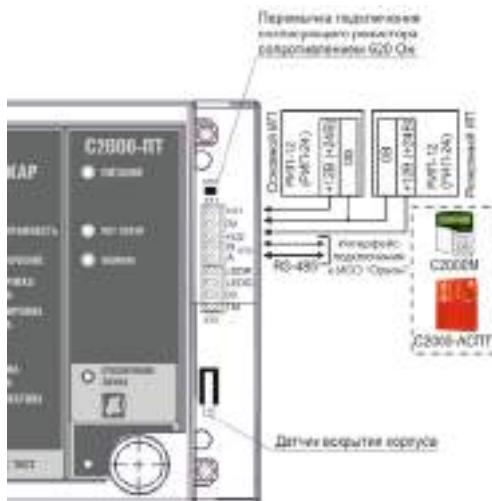

Рисунок 2. Схема внешних соединений блока «С2000-ПТ»
2.2.1 Подсоедините кабели к клеммам в соответствии с рис. 2.
2.2.5 Если блок не является последним в линии интерфейса RS-485, удалите перемычку, расположенную на плате блока (рис. 2).